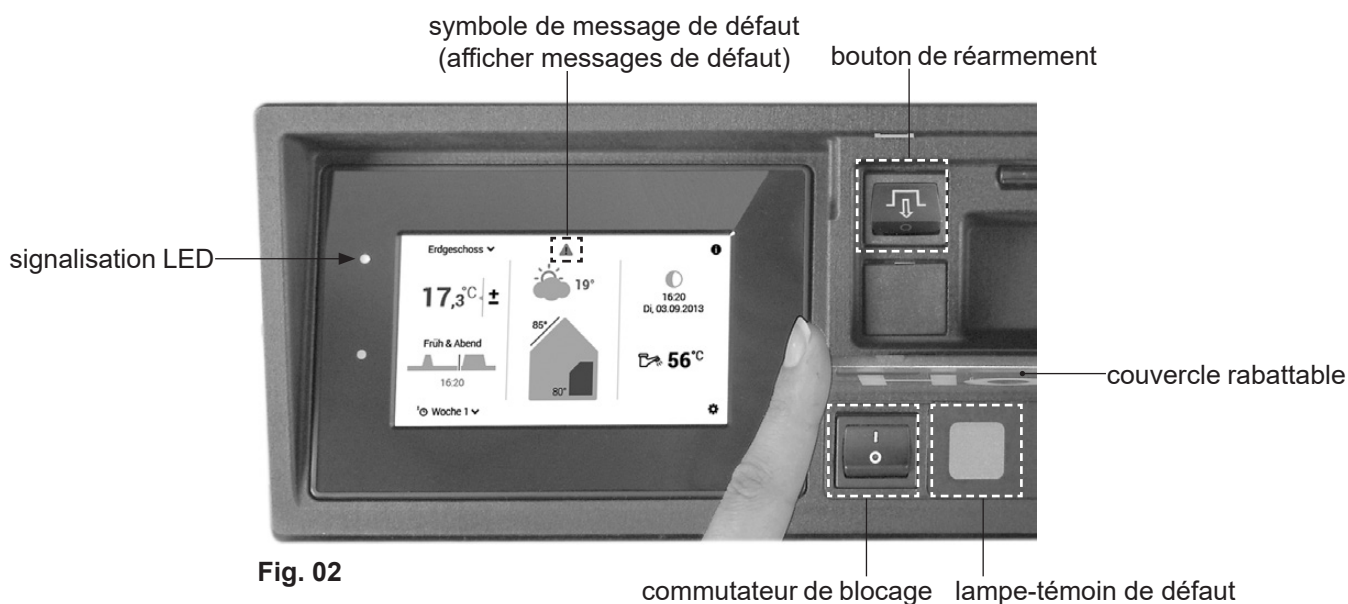

Fig. 02
1. Ouvrir le couvercle rabattable (Fig. 02) à droite du tableau de commande.